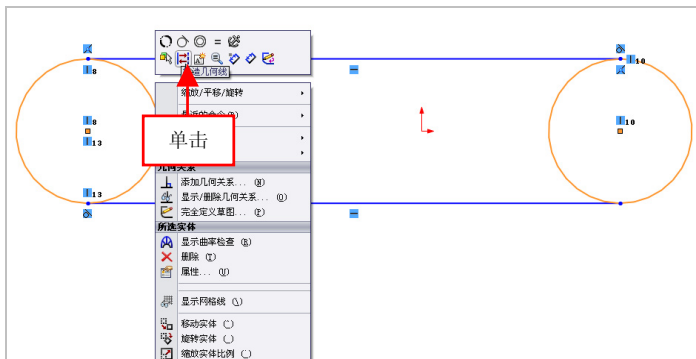

图 2-59 单击【构造几何线】按钮
(3) 单击鼠标右键，弹出快捷菜单，单击【构造几何线】按钮，如图 2-59 所示。